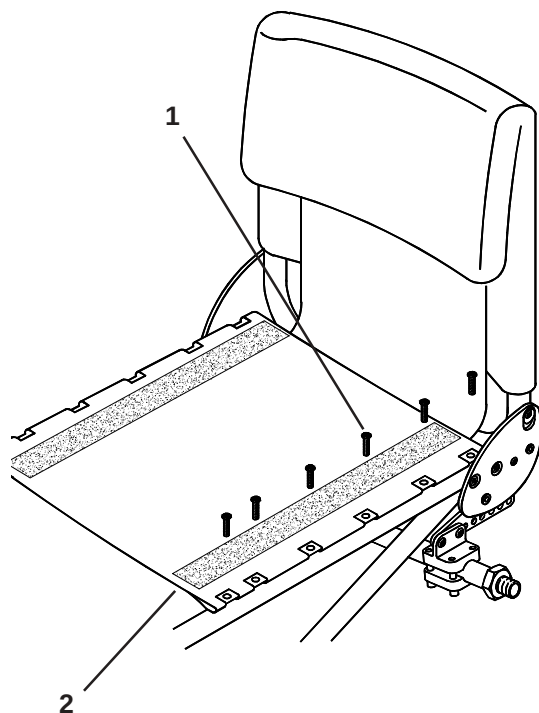

Fig. 31
De zitbekleding (Fig. 31) kan opnieuw afgesteld worden met behulp van de Velcro® klittenbandstrips aan de onderkant van de zitting. Verwijder de Philips schroeven (1) die de linkerkant van de zitting bevestigen, met een Philips schroevendraaier en stel de Velcro klittenbandstrips opnieuw af op de juiste spanning. Plaats de schroeven terug en draai ze vast op een aanhaalmoment van 5-8 Nm.